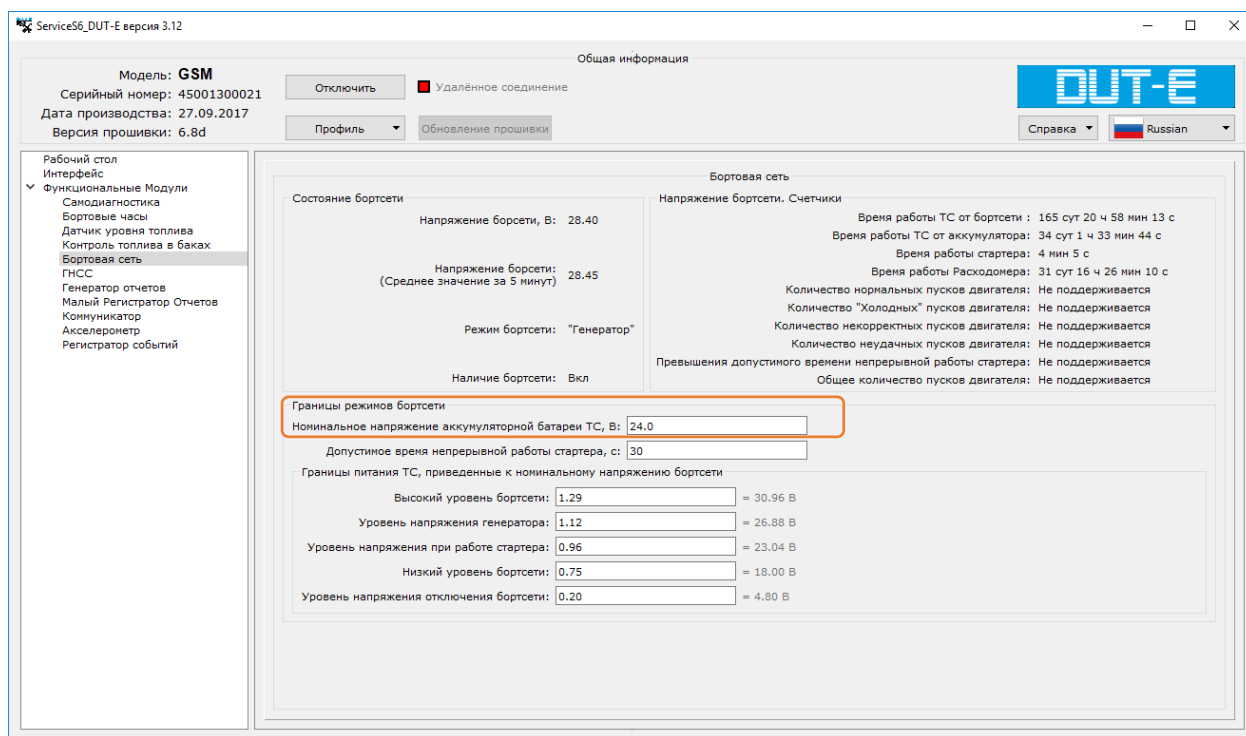
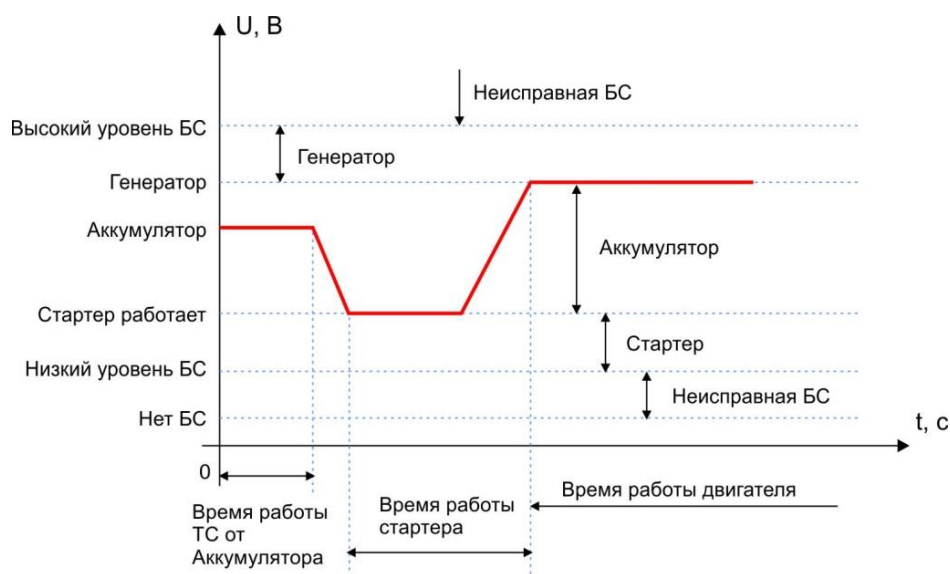

Рисунок 1 — Окно настроек ФМ Бортовая сеть ПО Service S6 DUT-E
Рисунок 2 — Режимы работы по уровню напряжения бортсети (БС)
2) В настройках ФМ Бортовая сеть введите значение напряжения, соответствующее бортсети ТС (см. рисунок 1). При необходимости, можно с помощью коэффициентов произвести настройку границ режимов работы по уровню напряжения бортсети (см. рисунок 2).